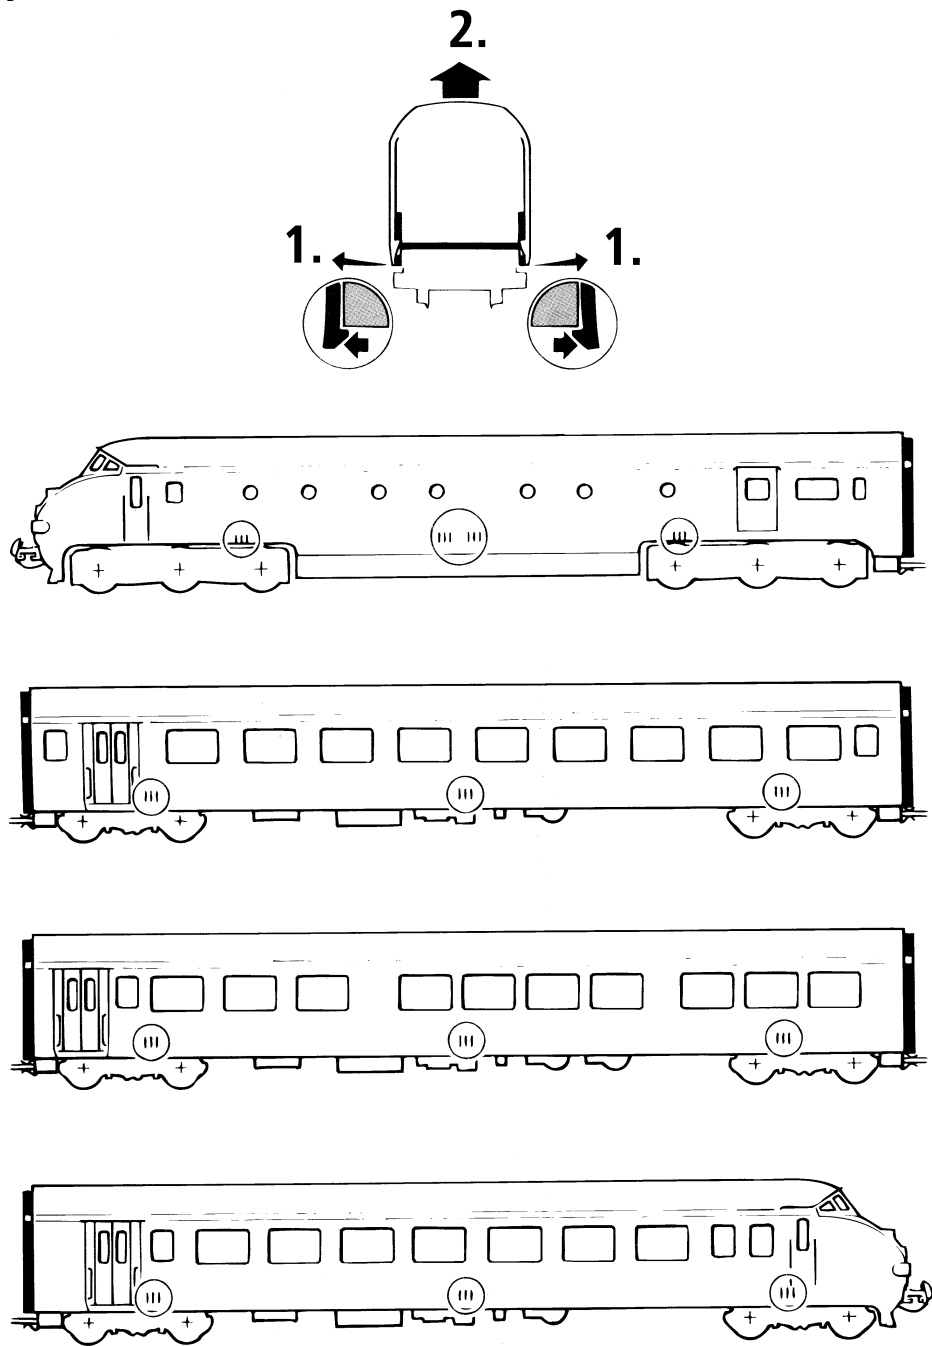

Fig. 6
1. Reinigung der Radstromkontakte: Radstromkontakte können auf unsauberen Schienen leicht verschmutzen. Entfernen Sie **vorsichtig** mit einem kleinen Pinsel **den Schmutz** an den in Fig. 6 gekennzeichneten Stellen.
Verwijder de lochuis (fig. 5). en verwijder met een penseel het vuil van de in fig. 6 aangegeven plaatsen.
1. Nettoyage des lames de courant aux roues: Les lames de contacts risquent de s'encrasser rapidement sur des voies poussiéreuses. Veuillez **enlever la poussière** aux endroits marqués à la fig. 6 à l'aide d'un petit pinceau souple.